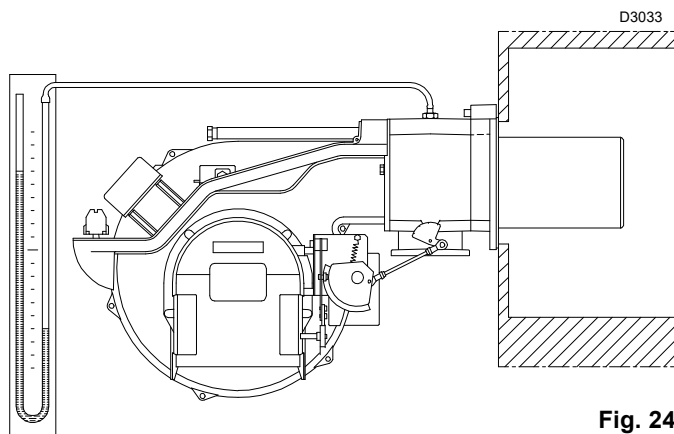

Fig. 24
- Instalar un manómetro de tubo en “U” (Fig. 24) en la toma de presión del gas del manguito.
La llegada de gas al manguito puede observarse en el manómetro en U (Fig. 24 en la pág. 24).
Orientativamente, puede obtenerse consultando las tablas de la pág. 5, basta con leer la presión del gas en el manómetro en "U", ver Fig. 24 en la pág. 24, y seguir las indicaciones de la pág. 20.